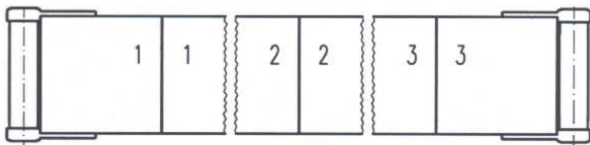

Abb. 2: Zusammenfügen der Einzelteile
- Fügen Sie Verbindungsstellen mit gleicher Nummerierung zusammen (Abb. 2).